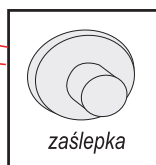

rys.7
7. Na podpórki położyć szklane półki (rys. 7)